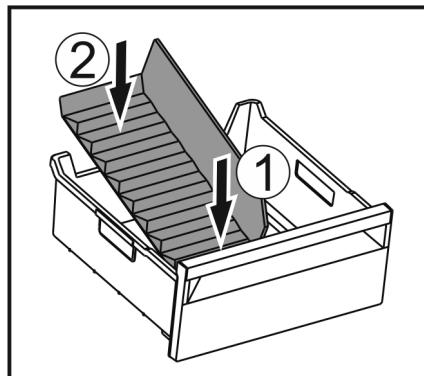

Fig. 184
- ▶ Introduceți partea frontală a separatorului pentru compartimentul de gheață. Fig. 184 (1)
- ▶ Coborâți partea posterioară a separatorului pentru compartimentul de gheață până la baza sertarului. Fig. 184 (2)